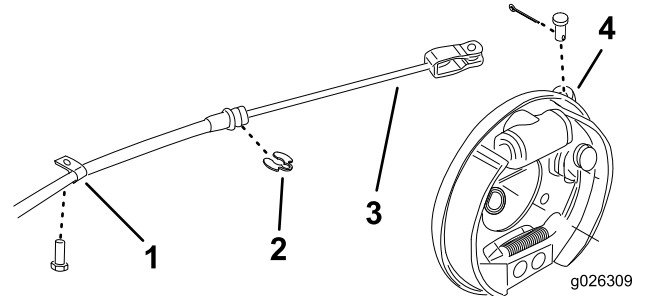

Bild 2
2. Entfernen Sie die Splints und die Lastösenbolzen, mit denen die Feststellbremszüge an den hinteren Radbremshebeln befestigt sind (Bild 2).
3. Entfernen Sie die R-Klemmen und C-Clips, mit denen die Bremszüge am Rahmen befestigt sind (Bild 2).